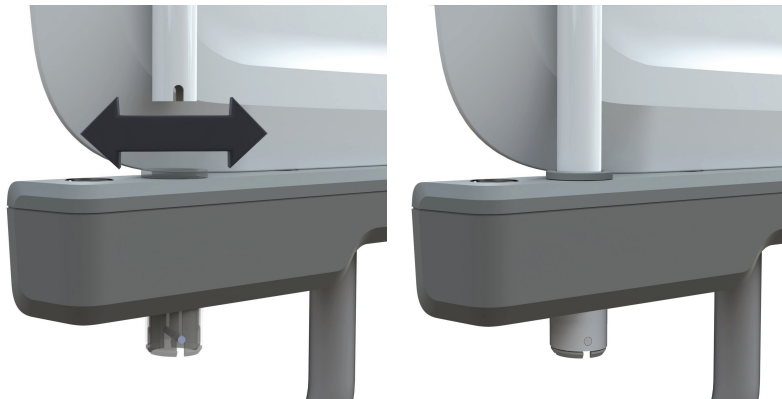

Figure 34 – Fixation ou retrait du lève-patient
1. Centrer et insérer le lève-patient dans l'une des deux gaines pour accessoires (Figure 34).